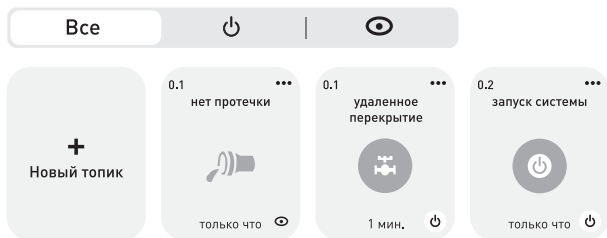

Рис. 9 Топики мобильного приложения ePRO 24
6.2. Сконфигурируйте контроллер ePRO 24 с мобильным приложением (ссылка на приложение <https://epro.ekfgroup.com/>) и добавьте соответствующие топики* мониторинга и управления, дайте им название. Всего понадобится три топика, один топик мониторинга и два топика управления (см. рис.9):